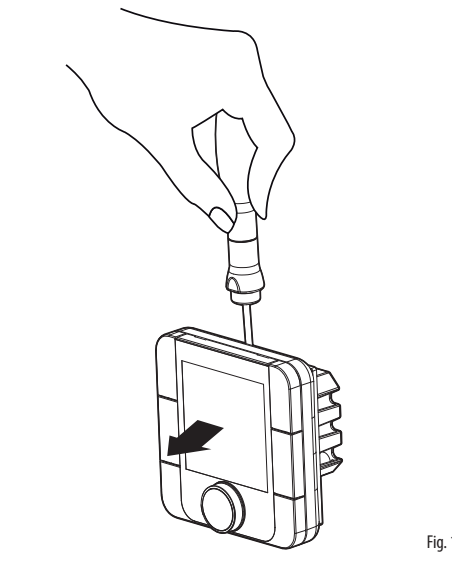

Fig. 1
1. separare la parte anteriore da quella posteriore del terminale utilizzando un cacciavite (fig.1);
Inserire un cacciavite nella fessura superiore (fig.1) e premere verso il basso per estrarre il display.
1. detach the front from the rear of the terminal using a screwdriver (Fig. 1);
Insert a screwdriver into the slot at the top (Fig. 1) and press downwards to detach the display.